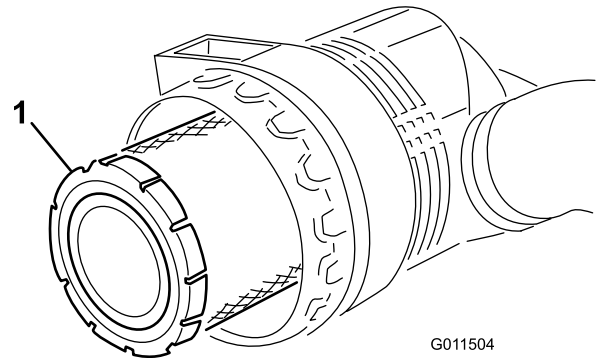

Figure 50
3. Enlevez l'élément principal (Figure 50). Il est déconseillé de nettoyer les éléments usagés car cela
4. Remplacez l'élément principal (Figure 50).